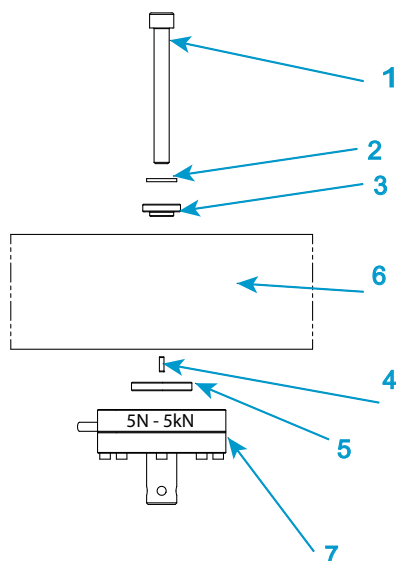

Figure 17. Installation des capteurs de force de série 2530 – capacité 5 N jusqu'à 5 kN
Légende pour Figure 17
- Consultez la Figure 17 à la page 82 et sa légende.